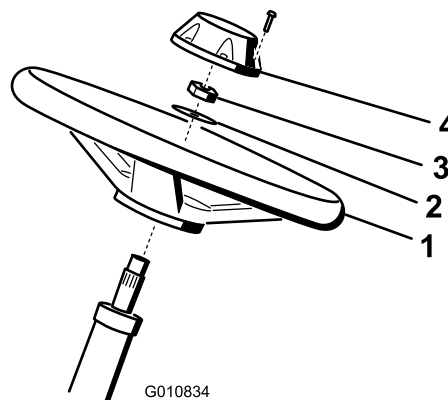

Figura 6
1. Aplicai produsul de antigripare pe arborele de direcție (aa cum se arată în Figura 6).
2. Montai volanul de arborele de direcție cu o aibă i contrapiuliță (Figura 6).
4. Montai capacul pe roată (Figura 6).